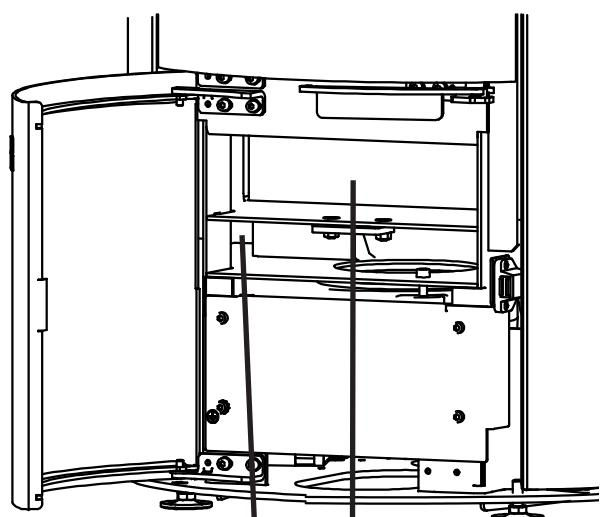

Fig.7b 12 13
- Der Aschekasten befindet sich hinter der Revisionstür. Zum Reinigen die Verriegelung des Aschekastens lösen und den Aschekasten nach vorn herausziehen. Zusätzlich den Bereich unterhalb des Aschekastenfachs reinigen (siehe Fig.7b).